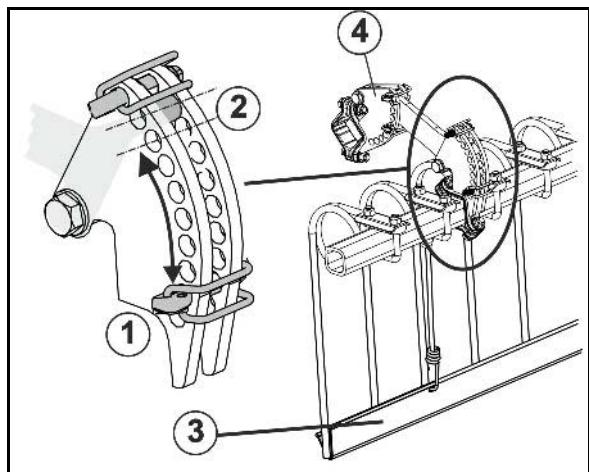

Рис. 36
- Для каждой консоли машины имеется возможность регулировки смещения дисков (Fig. 36)